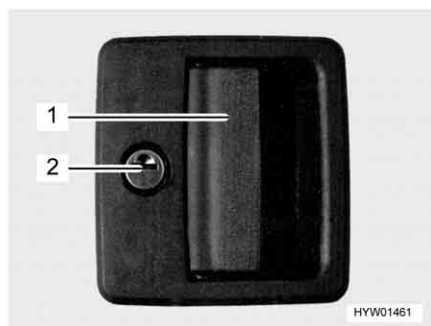

Fig. 36 Serratura della porta di ingresso, lato esterno
- Inserire la chiave nel cilindro della serratura (Fig. 36,2) e ruotare fino a quando la serratura della porta si sblocca.
- Tirare la maniglia della porta (Fig. 36,1). La porta è aperta.
- Inserire la chiave nel cilindro della serratura (Fig. 36,2) e ruotare fino a quando la serratura della porta si blocca.